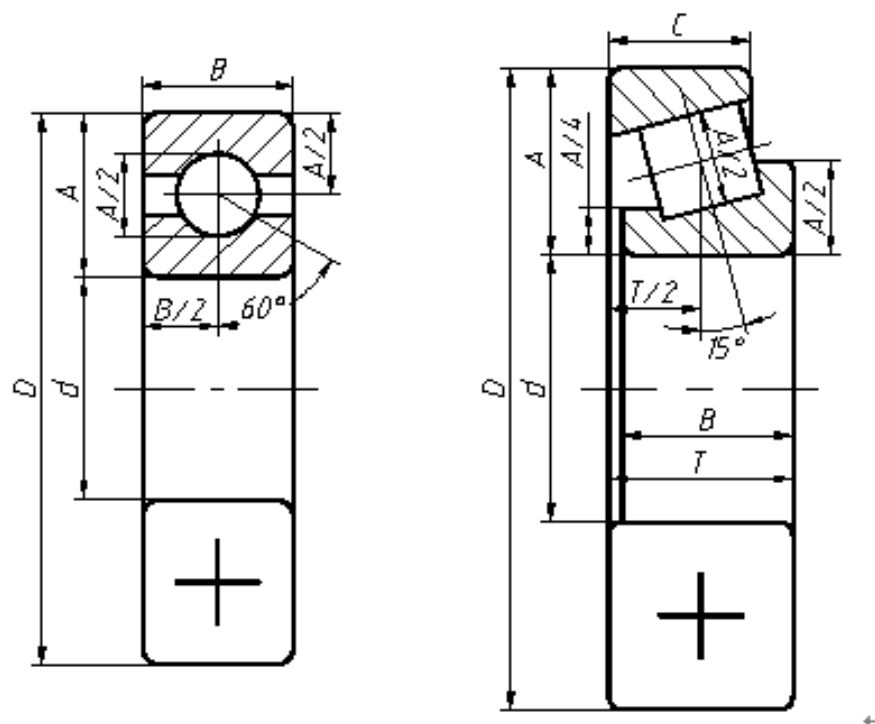

图 5-12 滚动轴承规定画法
- 1) 设置并启用绘图辅助工具，设置图层。2) 熟悉滚动轴承规定画法，如图 5-12 所示。